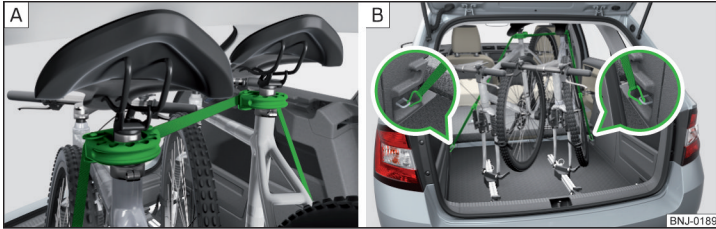

Abb. 114 Stabilität der Fahrräder mit einem Gurt absichern
- Beim Transport von zwei Fahrrädern den Gurt zwischen den Sätteln spannen, indem die Fahrräder auseinander geschoben werden » Abb. 114 - **A**.
- Die Karabiner an den Gurtenden in die unteren Verzurrösen hinter den Rücksitzen einrasten » Abb. 114 - **B**.